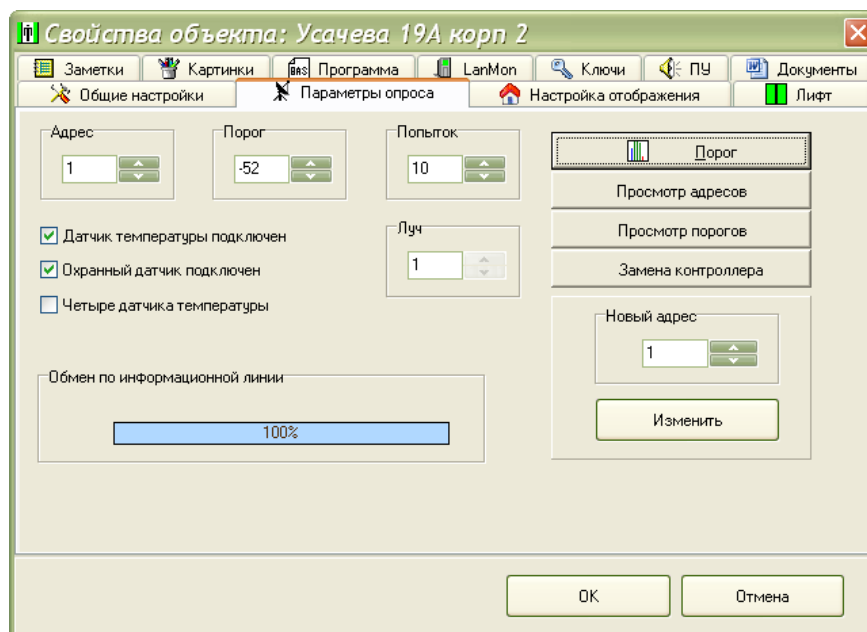
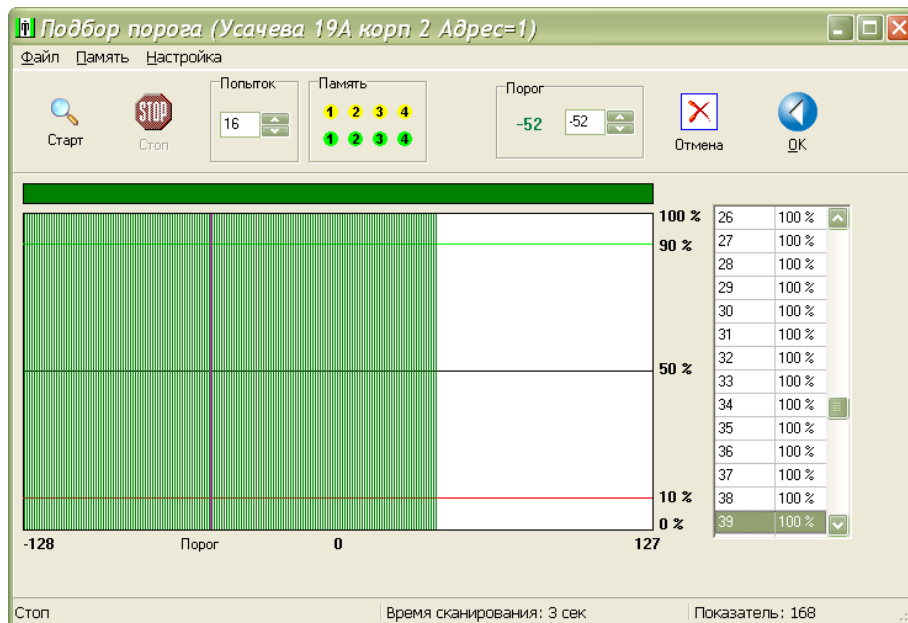

Рисунок 82
Рисунок 85
1) В контекстном меню блока БДК-Л-4М2, БДК-Л-3М2, БДК-Л-4М2-УКЛ, БДК-Л-3М2-УКЛ выбрать пункт «Свойства». Открыть вкладку «Параметры опроса» (рисунок 82).
6) В окне «Свойства» на вкладке «Параметры опроса» нажать кнопку «Порог» (рисунок 82). В окне «Подбор порога» нажать кнопку «Старт» для запуска сканирования порога (рисунок 85). Дождаться завершения прохода по всем значениям порога.